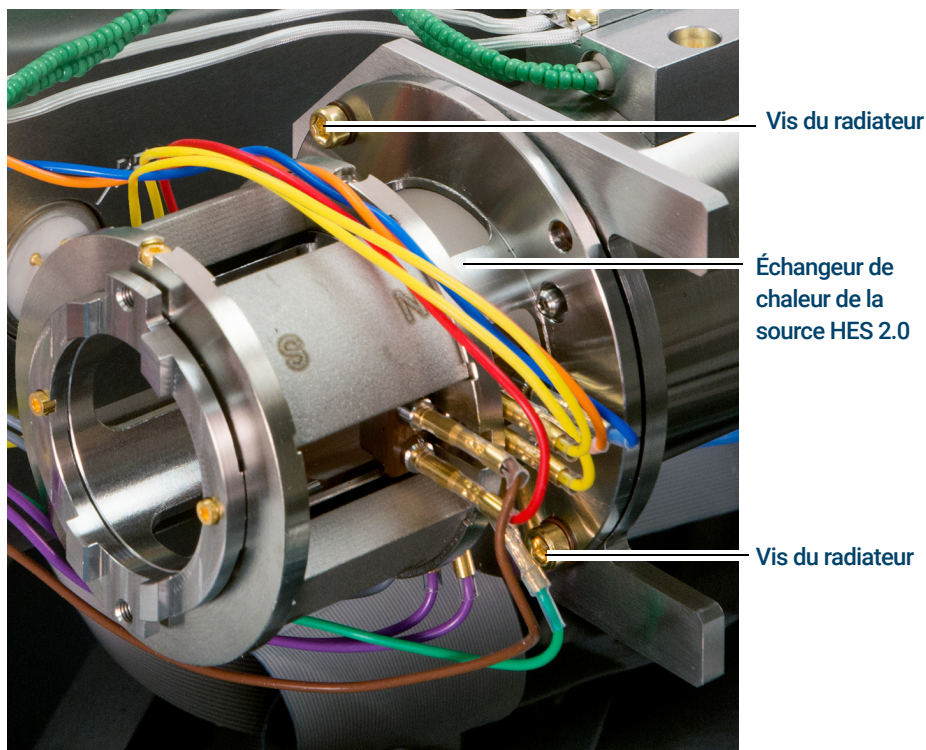

Figure 76. Dépose de l'échangeur de chaleur de la source EI HES 2.0
- 5 Utiliser un tournevis Torx T10 pour desserrer les deux vis fixant le radiateur sur l'analyseur et placer le radiateur dans sa boîte de rangement. (Voir **Figure 76** page 256.)